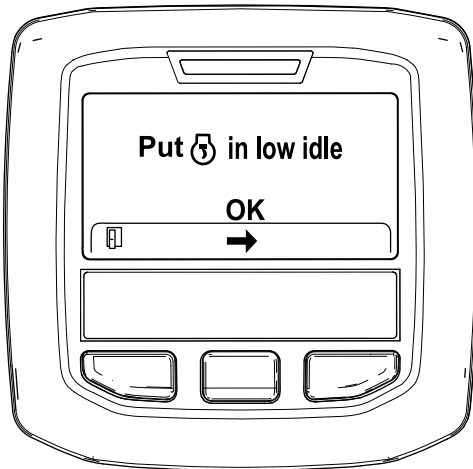

Figura 53
6. Mova o controlo da aceleração para RALENTI BAIXO e prima o botão central (Figura 53).